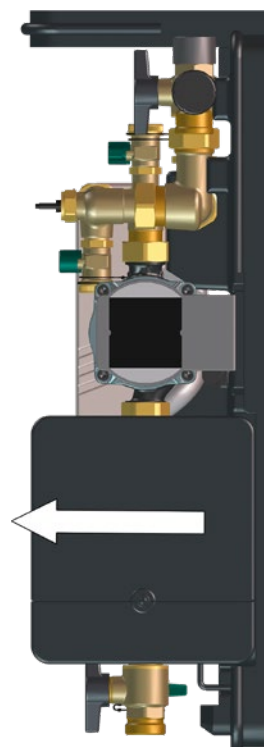

Abb. 20: Regler aus der Unterschale lösen
- 1 Ziehen Sie den Regler vorsichtig von der Unterschale ab wie in Abb. 20 auf Seite 27.
- 11 Stecken Sie den Regler zurück aus der Montageposition in die Betriebsposition (siehe Abb. 20 auf Seite 27).